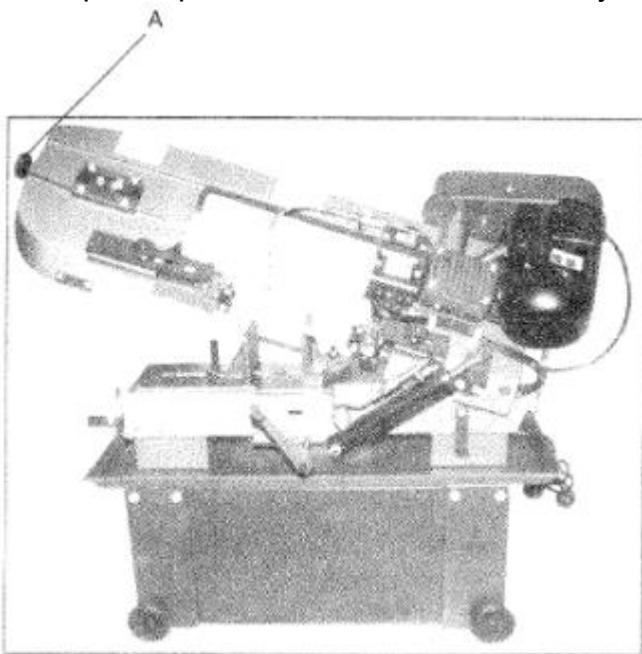

Рис. 9
3. Повернуть регулятор натяжения (A на рис. 9) от  $1 \frac{3}{4}$  до 2 оборотов по часовой стрелке.